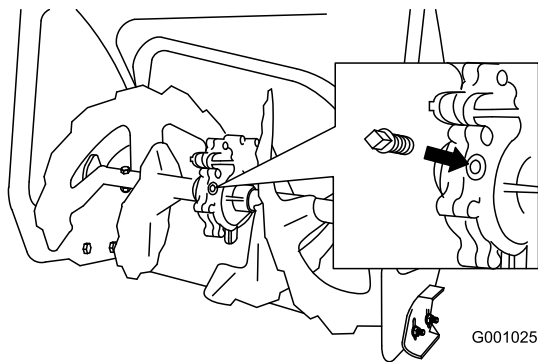

Рисунок 41
- Очистите поверхность вокруг пробки редуктора (Рисунок 41).